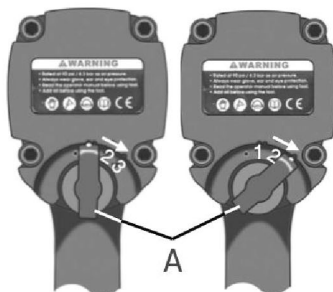

fig. 1
1. Choisissez votre vitesse de fonctionnement désirée à partir des 3 options disponibles à l'aide de la molette de réglage de vitesse (A) (fig. 1).